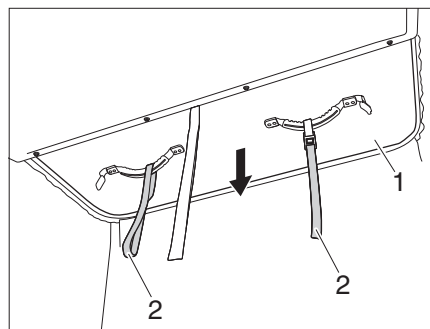

Figura 12 Tirar el techo elevable hacia abajo
- Tire del techo elevable (Figura 12,1) con vista hacia la parte posterior de los tiradores (Figura 12,2) **lentamente** y observe si el fuelle de tela cae debidamente hacia dentro.